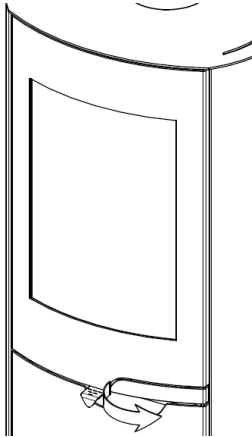
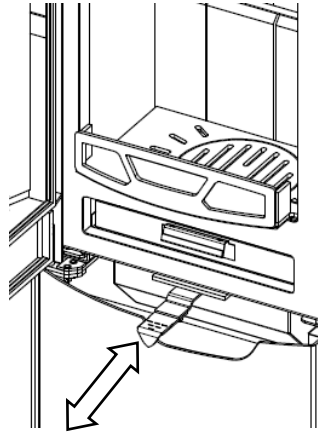

fig. 2
fig. 3
Réglez ensuite la prise d'air primaire (voir fig. 3)
- ouvrir la porte en basculant la poignée vers le haut. (voir fig. 2.) ouvrir la prise réglage automatique (voir fig. 3.)